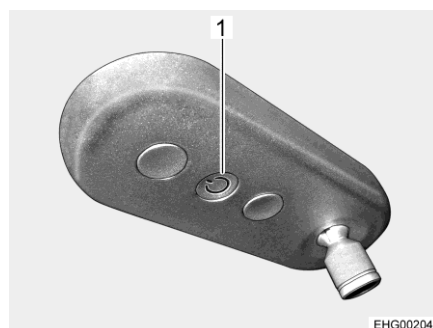

Fig. 95 Lámpara en la zona interior
- Pulsar el interruptor (Fig. 95,1).